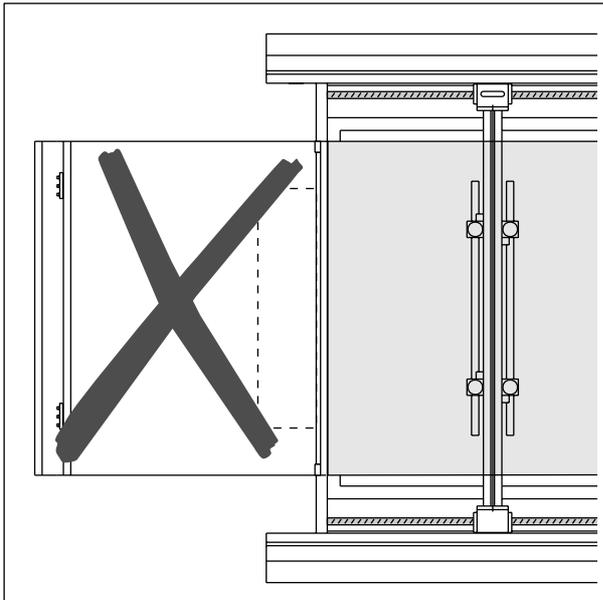

Bild 6-1. Bereich, der bei geschlossener Sicherheitsschranke nicht betreten werden darf
**Betreten Sie niemals den in Bild 6-1 markierten Bereich bei geschlossener Sicherheitsschranke.**